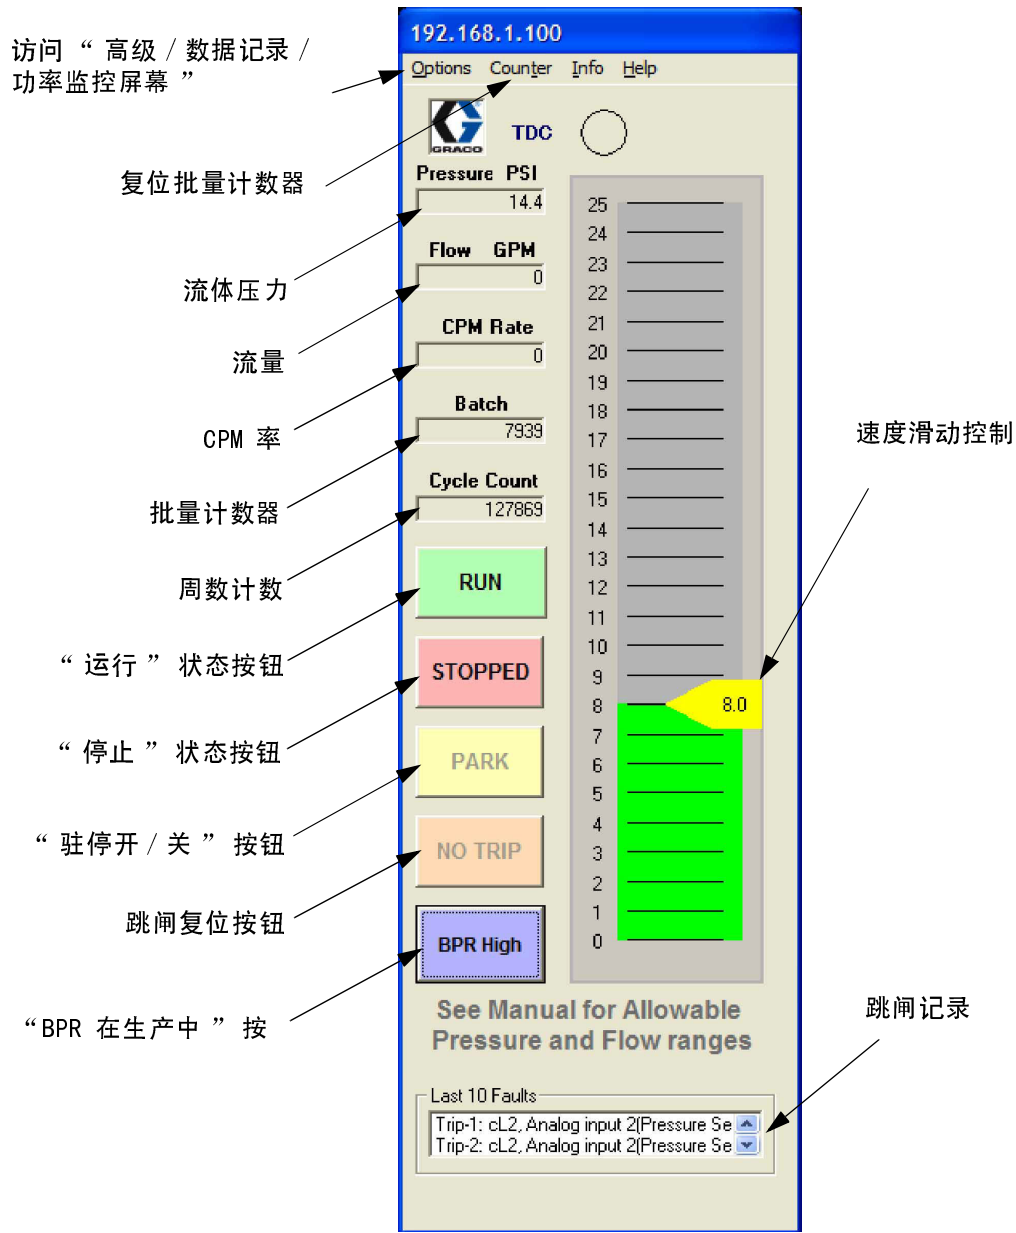

图 22. 运行屏幕
- 3. 点击“连接”。参见图 19。显示运行屏幕。参见图 22。当连接成功时，将关闭“网络设置”窗口。
参见图 22。运行屏幕上的滑动标尺用于设置流量单位中的泵速。
参见图 22。在远程和本地模式中，计数器都处于激活状态。
参见图 22。在远程模式中，按钮都处于激活状态，可用于控制泵。